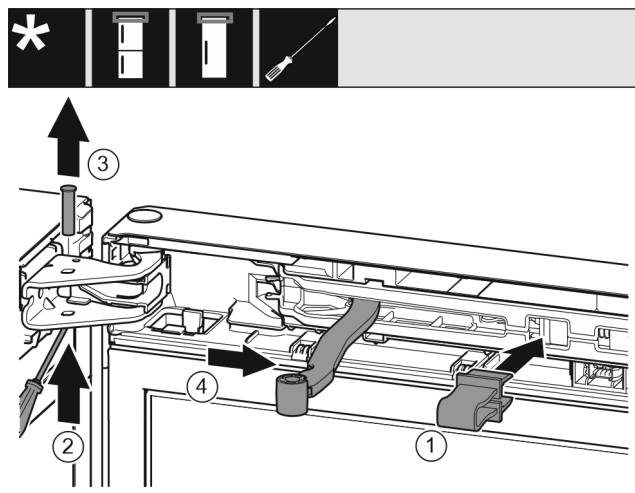

Fig. 9
- ▶ Introduire l'arrêt dans l'ouverture. Fig. 9 (1)
- ▶ Desserrer le boulon avec un tournevis. Fig. 9 (2)
- ▶ Sortir le boulon par le haut. Fig. 9 (3)
- ▶ Tourner l'articulation en direction de la porte. Fig. 9 (4)